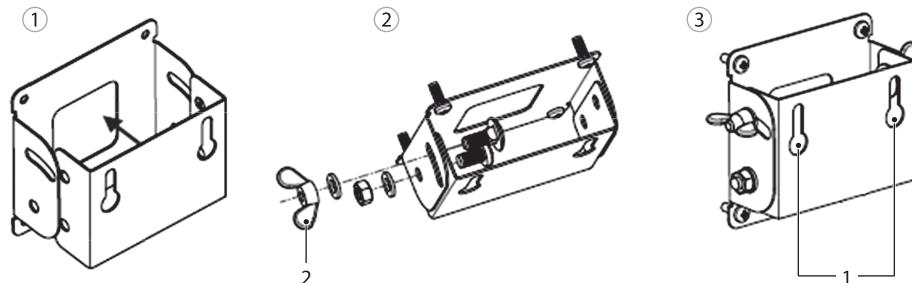

Рис. 2. Схема сборки стенного кронштейна.
1. Сборка кронштейна показана на рис. 2. Обратите внимание на правильность расположения отверстий на деталях!
- Выберите угол наклона обогревателя. Затяните баращковые винты 2 (рис. 2).